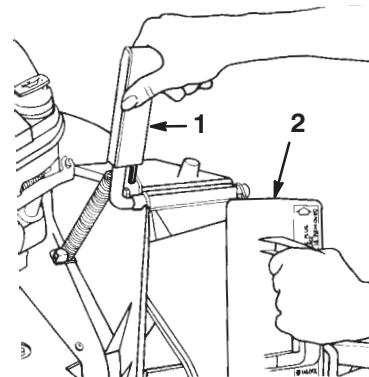

Bild 5
2. Öffnen Sie die Auswurfkanalklappe, indem Sie sie nach hinten bewegen (Bild 5).
4. Drehen Sie die Abdeckung beim Einsetzen etwas im Uhrzeigersinn (Bild 5).